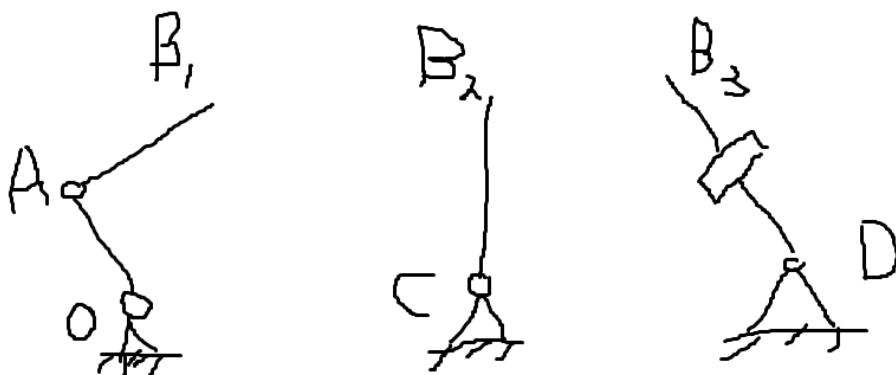

Рис. 2: Исходная конфигурация разомкнутой схемы механизма
1. Был произведен анализ предложенной схемы, вследствие чего было разделено на три элементарных механизма: двузвенник, однозвенник, слайдер , результаты приведены на рис. 2.